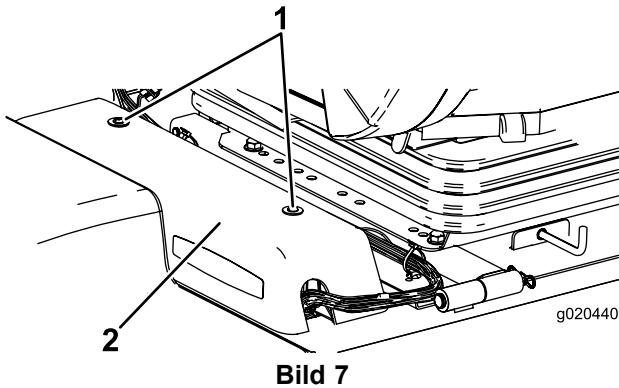

Bild 7
- Entfernen Sie die zwei Inbusschrauben, mit denen die Stromkonsolenabdeckung am Rahmen befestigt ist, und nehmen Sie die Abdeckung ab (Bild 7).